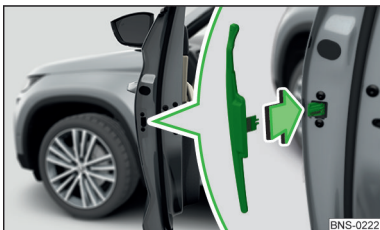

Abb. 40
- Eine neue Schutzleiste in die Nuten in Pfeilrichtung **einsetzen** » Abb. 40.